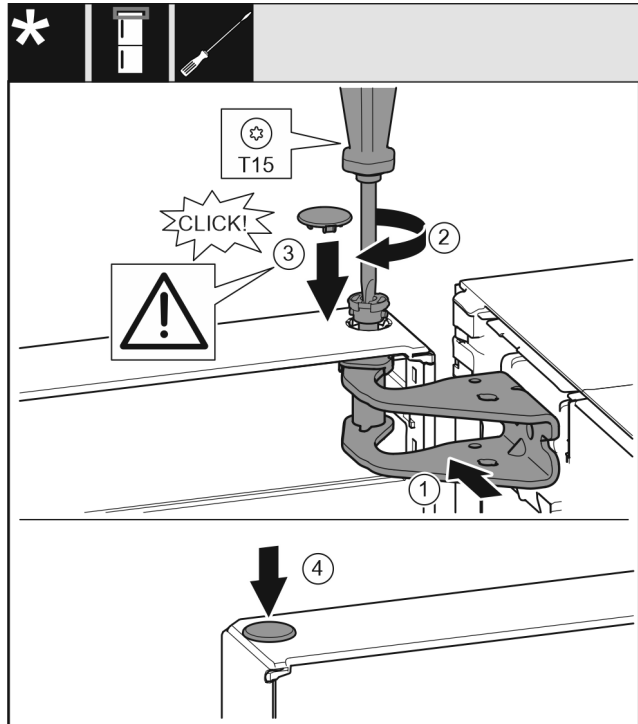

Fig. 18
- ▶ Выровняйте дверь вверху по отверстию в опорном кронштейне. Fig. 18 (1)
- ▶ Вставьте палец и затяните отверткой T15. Fig. 18 (2)
- ▶ Установите предохранительную крышку для защиты двери: Вставьте предохранительную крышку и проверьте, прилегает ли она к двери. В ином случае вставьте палец полностью. Fig. 18 (3)
- ▶ Вставьте заглушку. Fig. 18 (4)